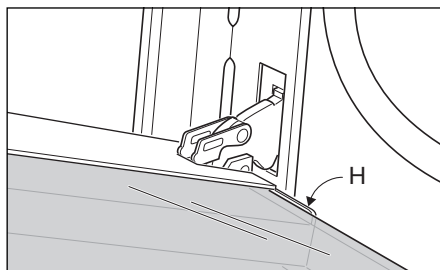

Figura 43c
- Inserire il pannello nelle guide di scorrimento sinistra "E" e destra "F", e scorrere dolcemente sui fermi "H" (figura 43c).